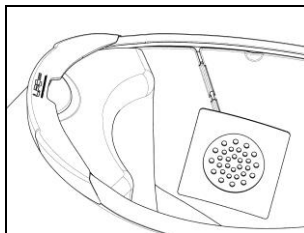

Fig. 33
- Posizionare l'altoparlante destro nell'apposita sede del guanciale e fissarlo utilizzando l'apposito adesivo (Fig. 33).